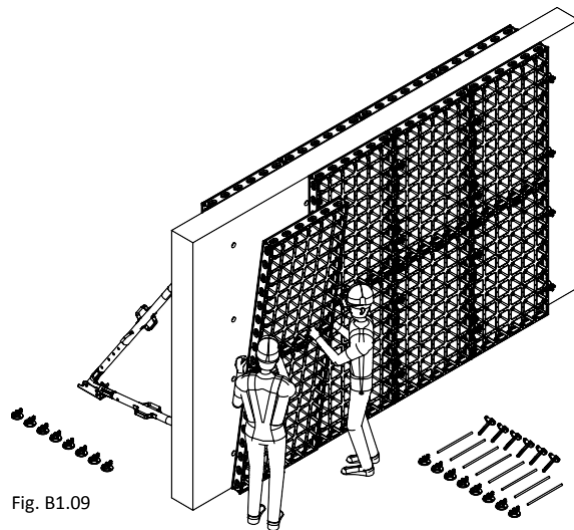

Fig. B1.09
3. Освободете връзките по вертикалата от двата елемента, които трябва да се разглобят. (Fig. B1.09)